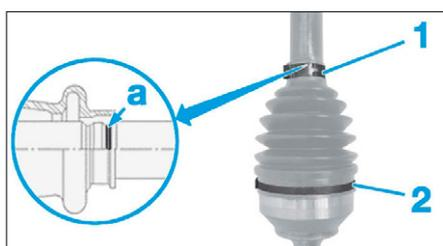

FIG. 7
- Déposer les colliers de serrage (1) et (2), à l'aide d'une scie à métaux (Fig.7).
- Respecter le positionnement du soufflet sur l'arbre, talon du soufflet dans la gorge (a) de l'arbre ou le repère fait au démontage (Fig.7).